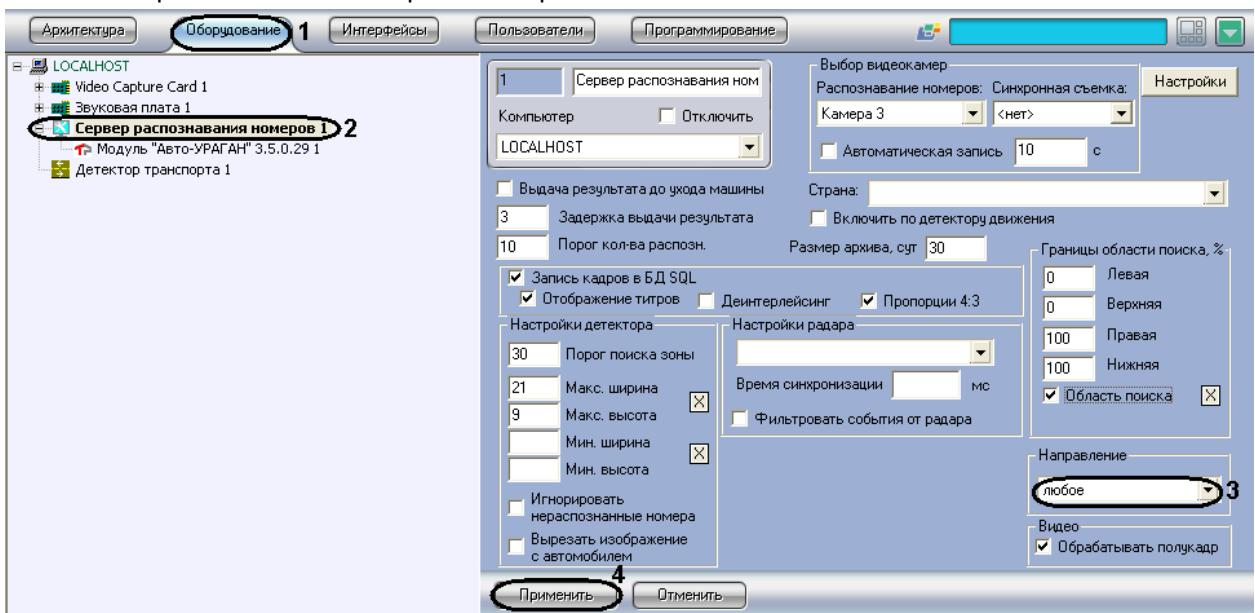

Рис. 7.2—24. Выбор направления движения транспорта для распознавания номерных знаков
- В диалоговом окне «Настройка системы» перейти на вкладку «Оборудование» (см. Рис. 7.2—24, 1).
- В дереве объектов на вкладке «Оборудование» выбрать объект «Сервер распознавания номеров», соответствующий активированному программному модулю «Авто-УРАГАН 3.5.0.29» (см. раздел «Активация программного модуля, используемого для распознавания номеров», Рис. 7.2—24, 2). В правой части вкладки «Оборудование» отобразится панель настройки выбранного объекта.
- Выбрать из списка направление движения транспорта относительно видеокамеры, в котором требуется вести распознавание номеров (см. Рис. 7.2—24, 3).
- Нажать кнопку «Применить» (см. Рис. 7.2—24, 4).